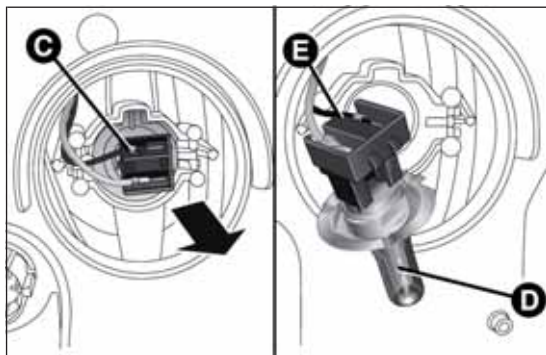

fig. 172
- ☐ rimuovere il gruppo connettore + portalampada C fig. 172 sfilandolo verso l'esterno;